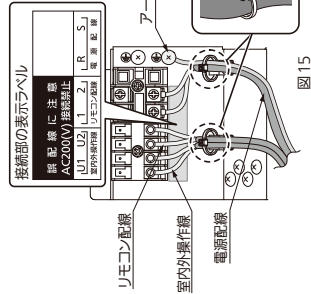

図15
- このとき、電源配線は端子接続部に張力が加わらないように、配線固定具に結束バンド(付属品)を通して、しっかりと固定してください。固定は必ず配線部分で行ってください。(図15)